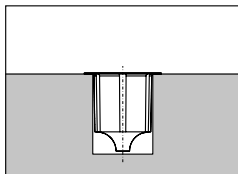

Abb. 2 Kunststoffeinsatz in der Bohrung
6. Den Kunststoffeinsatz der Exzenterbuchse in die Bohrung eindrücken (Abb. 2).
- Press the plastic insert of the eccentric bushing into the hole (Fig. 2).